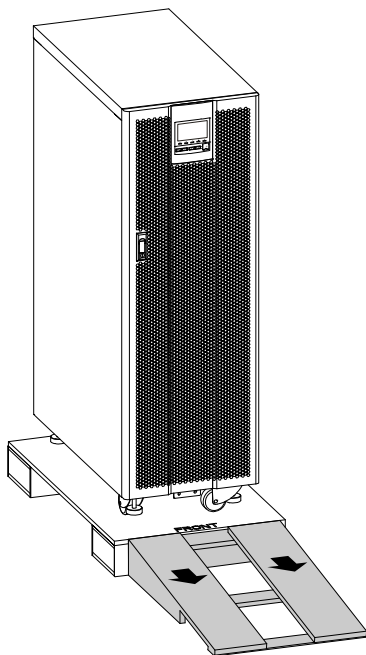

Figure3-7 Posizionare la piastra scorrevole
Step 7 Posizionare la piastra inclinabile sulla parte anteriore dell'UPS, tenere l'estremità superiore della piastra scorrevole vicino alla staffa di legno e spostare l'UPS a terra lentamente, come mostrato in Figure3-7.